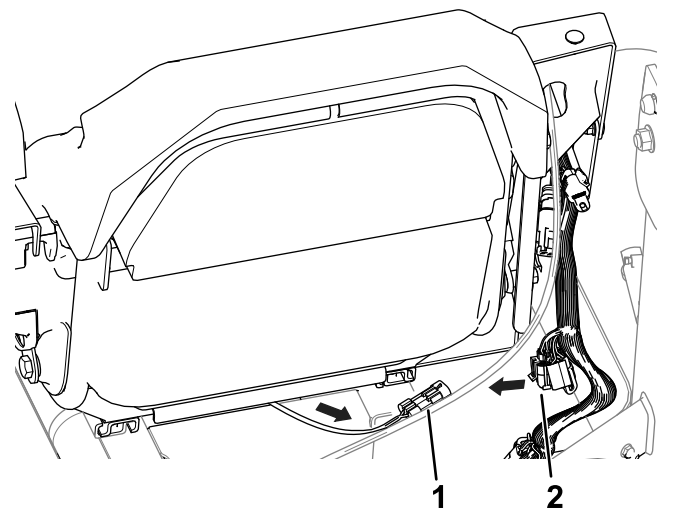

**Figura 1**
3. Allineate i prigionieri del sedile ai fori nella base del sedile (Figura 1).